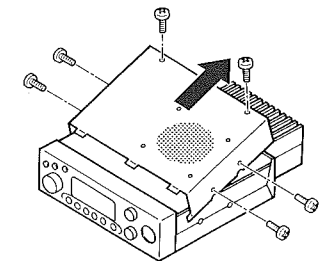

図 1
1. 上側ケースの上面2本と両側面のねじ4本を外します。(図1参照)